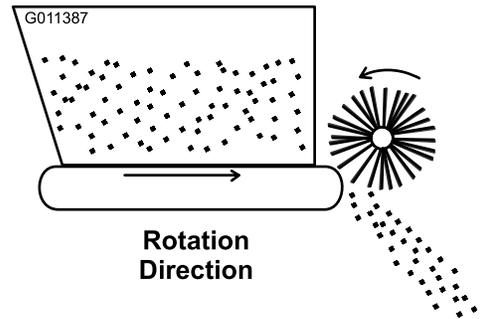

图18
4. 启动工作车发动机并测试传送带和刷子的旋转。将 Workman 的远程液压杆锁定在“运行”位置。旋转应如图18所示。如果是向后旋转快速接头需要反转。